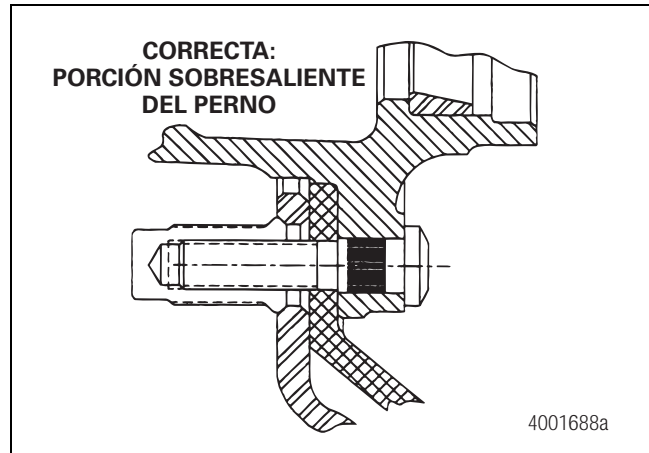

Figura 6.15
- A. En la Figura 6.15 se muestra una porción sobresaliente correcta.